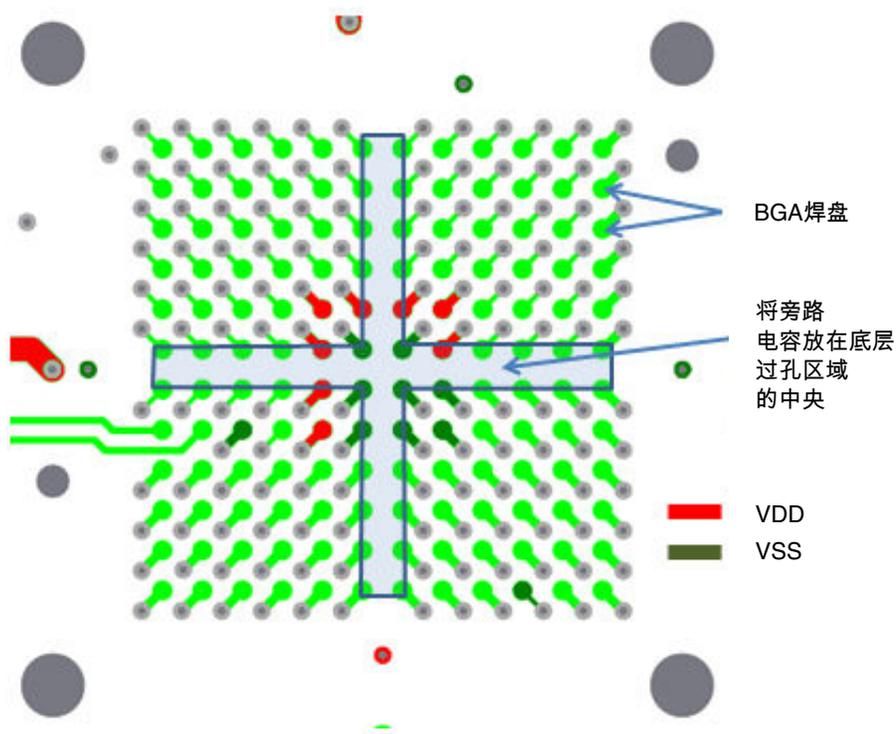

图 2-2. K60 TWR 板顶层 BGA 焊盘排列
- 电源布线 – 对于球栅阵列(BGA)封装，所有 VDD/VSS 对都布线连接到封装下面的其他层。这样更容易将 VDD 和 VSS 引脚安装到这些层内的电源和接地层。旁路电容可以放在 MCU 下方的区域中，连接非常靠近电源引脚。参见图 2-2。